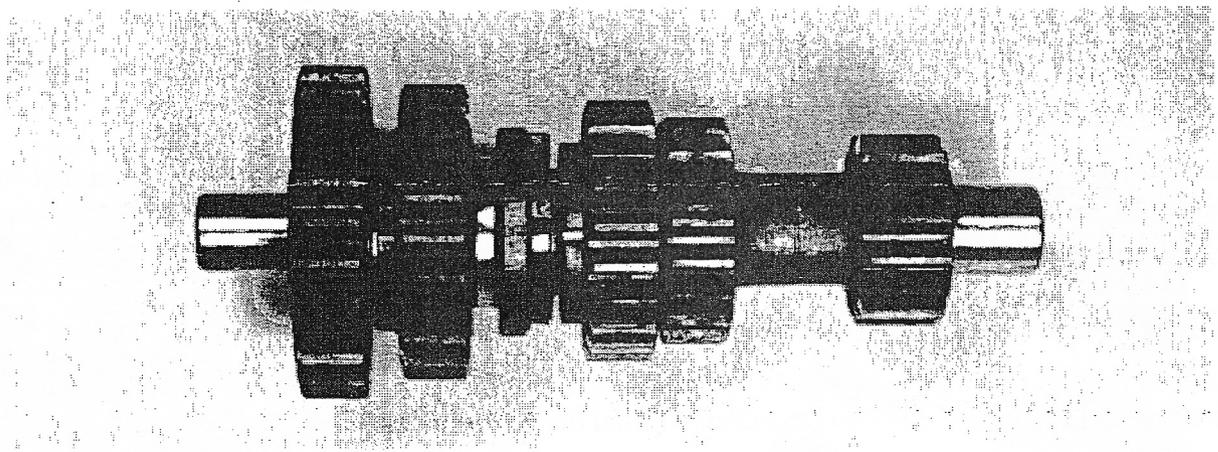

FIG. 24
2. El eje secundario es otro eje con piñones (Fig 24). En unión con el primario consigue los cambios de velocidades. Este también tiene un piñón que puede ser deslizado hacia los lados para engranarse con cualquiera de los que están a su lado.